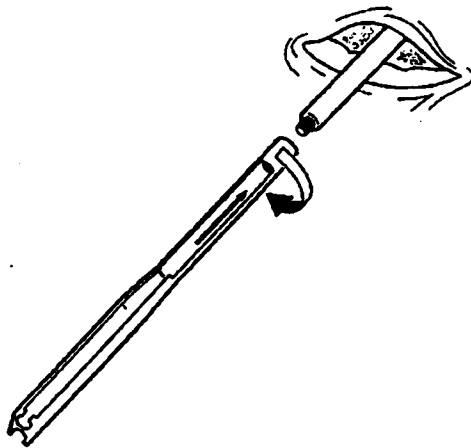

Figura 4. Enrosque completamente el portador de extensiones en la varilla de tunelización.
5. Enrosque completamente el portador de extensiones en la varilla de tunelización (Figura 4).